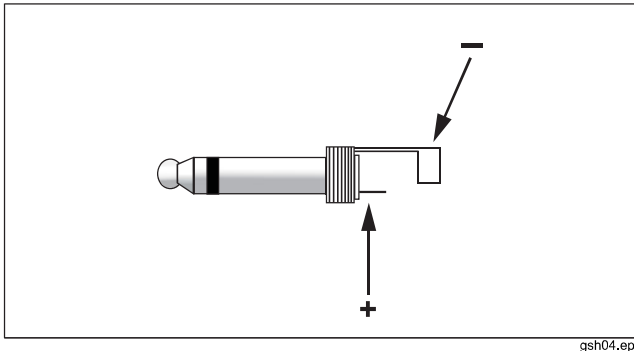

Figure 2. Polarité des connecteurs de déclenchement externe
Utilisez le connecteur d'entrée de déclenchement externe pour les sources de déclenchement externes. Lorsque le connecteur est branché à l'appareil (voir la figure 1, élément ④), l'appareil affiche : **External Trigger**. Le tableau 3 indique les options disponibles lorsque vous utilisez un déclenchement externe. Pour plus d'informations sur la polarité des connecteurs, voir la figure 2.